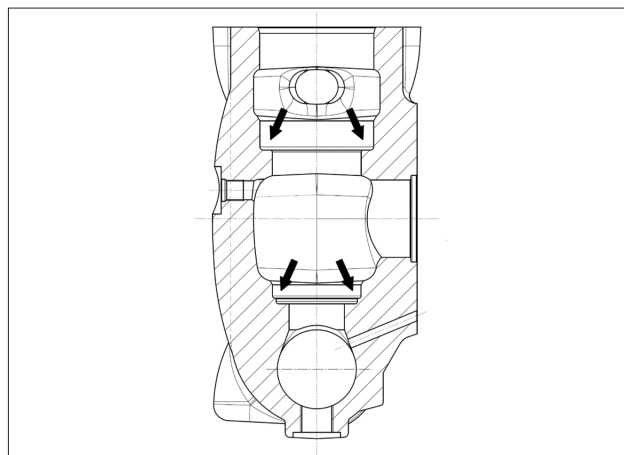

Fig. 115
Antes de volver a colocar los grupos de válvula, limpiar y secar perfectamente los correspondientes alojamientos en la cabeza tal y como indican las flechas (pos. ①, Fig. 115).